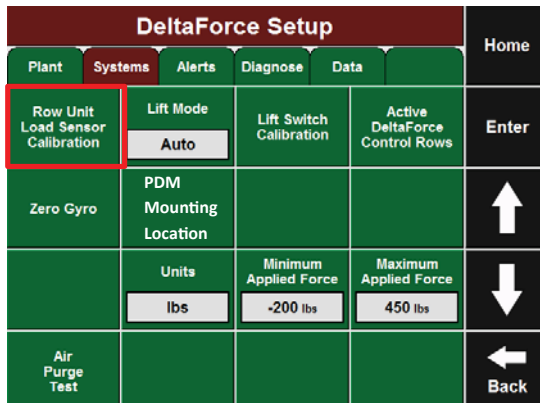

Ilustración 6
2.2 Seleccione "Calibración del sensor de carga de la unidad de fila". Consulte la Ilustración 6.